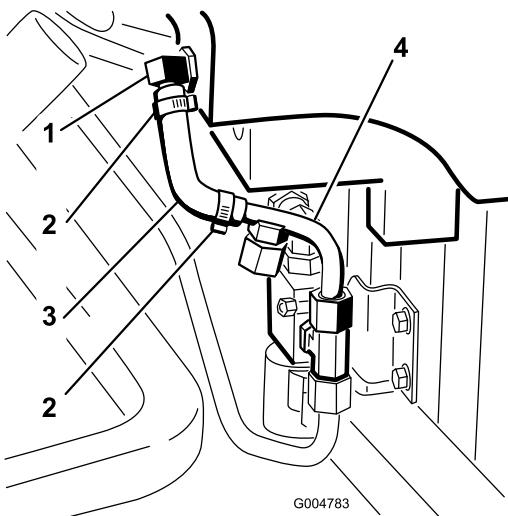

Figura 31
10. Conecte el extremo largo del manguito moldeado al codo de 90 grados del depósito de aceite hidráulico (Figura 31).
11. Conecte el extremo corto del manguito moldeado al extremo de la espiga del tubo hidráulico N° 4 (Figura 31).